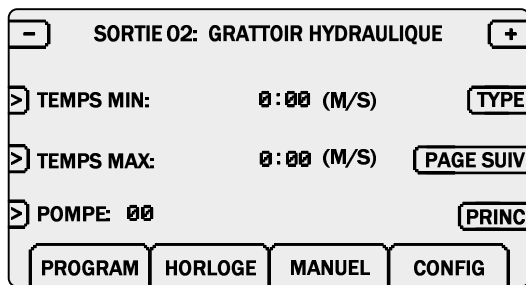

Figure 4: Écran SORTIES (1)
- 5 Appuyer sur RETOUR. Les temps de marche minimum et maximum (TEMPS MIN et TEMPS MAX) sont réglés automatiquement aux valeurs par défaut de l'équipement. Appuyer sur PAGE SUIV ou PAGE PREC pour accéder aux écrans de programmation (voir figures 4 et 5). Les paramètres de la sortie sont expliqués ci-dessous. Les valeurs par défaut des paramètres sont indiquées au Tableau 1 (page 7).